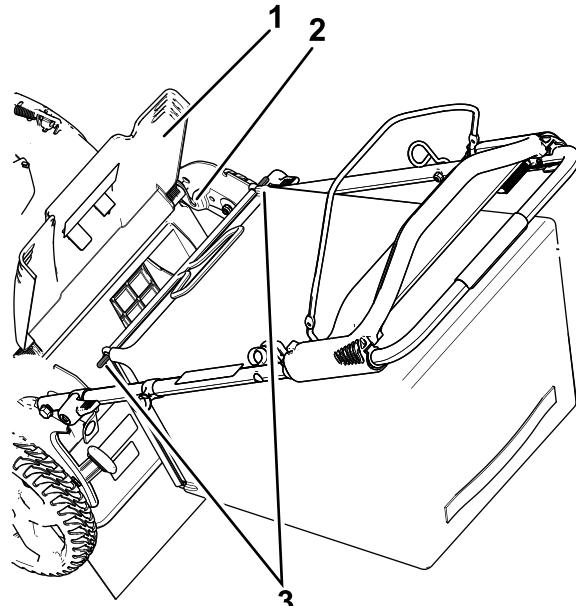

Figura 15
1. Levante y sujeté el deflector trasero (Figura 15).
2. Instale la bolsa de recogida, asegurándose de que los pasadores de la bolsa descansan en las muescas del manillar (Figura 15).